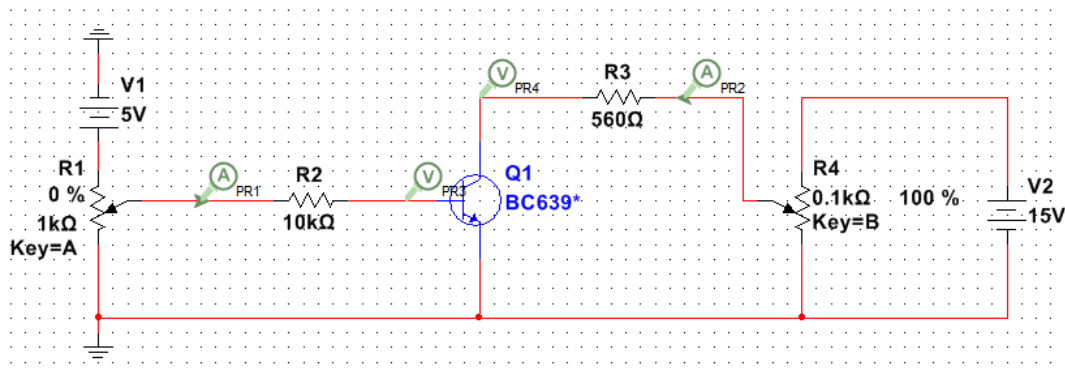

Рис. 4.1. Схема для снятия ВАХ транзистора
4.2. Собрать схему с ОЭ (рис. 4.1) для снятия статических характеристик. Снять входную характеристику $I_{\text{б}} = f(U_{\text{бэ}})$ при напряжении $U_{\text{кэ}} = 12\text{В}$. Построить полученную характеристику.